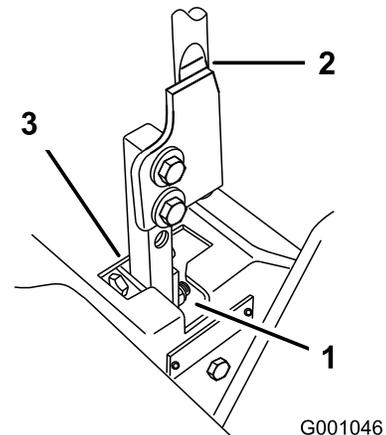

Figura 73
5. Mettete la leva in FOLLE, senza bloccarla (Figura 73).
6. Tirate indietro la leva finché il perno con testa (sul braccio sottostante l'albero di articolazione) non tocca l'estremità della tacca (inizia a premere sulla molla) (Figura 73).
7. Controllate dove la leva di comando corrisponde alla tacca nella console (Figura 73). Dev'essere al centro e consentire lo spostamento della leva verso l'esterno, in posizione di BLOCCO IN FOLLE.